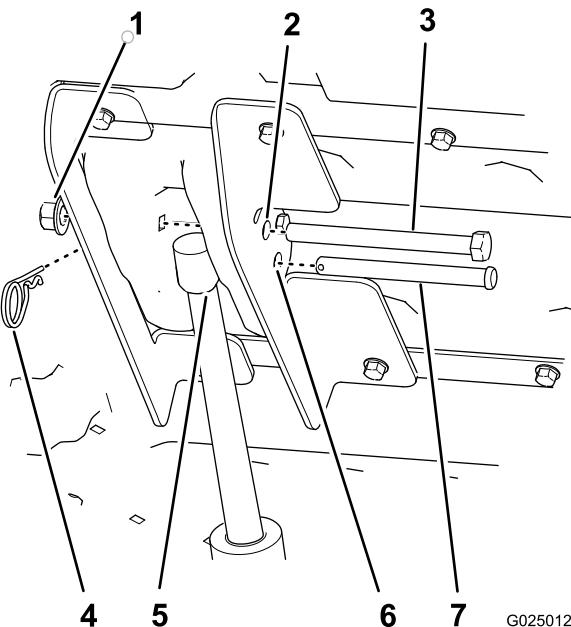

図 9
7. 荷台昇降スイッチの上パドルを押して昇降アクチュエータのロッドを伸ばし、ロッドの穴が内側・外側昇降ブラケットの穴に揃ったところで止める(図 9)。
8. 昇降アクチュエータのロッドを昇降ブラケットに固定する； クレビスピンドル(3-1/2 インチ)とヘアピンを使用する(図 9)。
10. 内側・外側の昇降ブラケットの残っている穴 (12.7 mm) に六角ヘッドボルト (1/2 x 5-1/2 インチ) を通し (図 9)、ナット (1/2 インチ) で軽く止めつける。
2. アクチュエータロッドを内側・外側昇降ブラケットに留め付けているヘアピンコッターとクレビスピングを取り外す（図 9）。
7. 荷台を降ろし、昇降アクチュエータをブラケットに合わせる（図 9）。
8. クレビスピングとヘアピンで昇降アクチュエータを昇降ブラケットに固定する（図 9）。